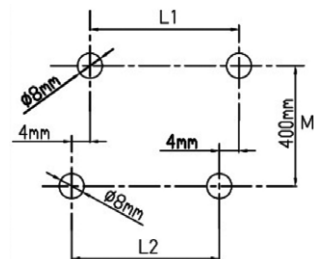

Fig. 2
1. Taladre los orificios de acuerdo con las instrucciones de la fig. 2.